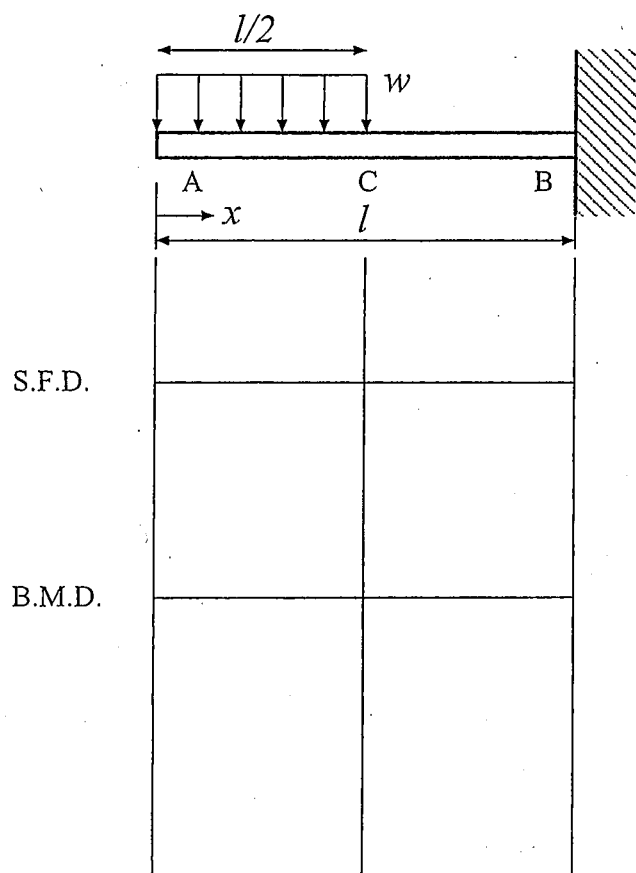

図3-1
- 3 図3-1のようにスパンの半分に等分布荷重を受ける片持ちはりのせん断力と曲げモーメントを求め、せん断力図(S.F.D.)と曲げモーメント図(B.M.D.)を描け。[25点]